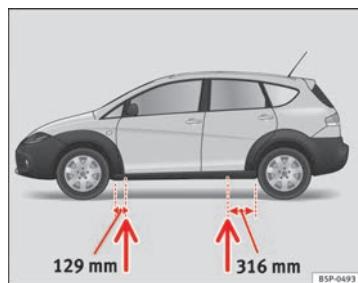

Fig. 172 Puntos de apoyo del gato
- Busque en el larguero inferior del vehículo el punto de apoyo mas cercano a la rueda pinchada ⇒ fig. 172.
En el larguero inferior van marcados los lugares en los que se puede apoyar el gato ⇒ fig. 172. Se ha previsto un lugar para cada rueda. El gato no debe colocarse en otros lugares.